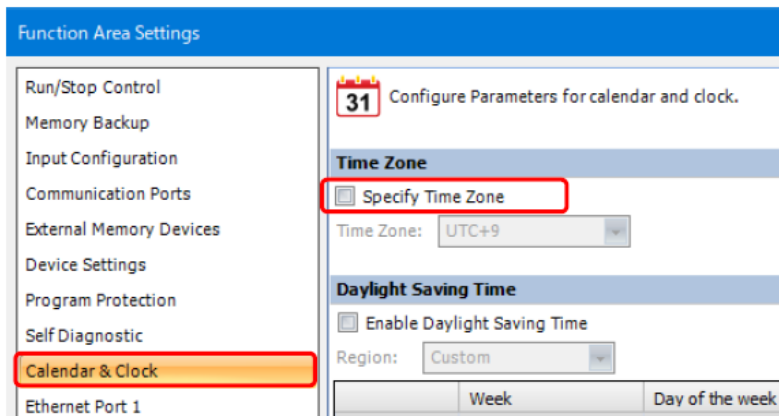

图 5: 时间区域设置
4. 在功能区设置对话框中选择“日历和时钟”，并取消选中“指定时区”。(图 5)